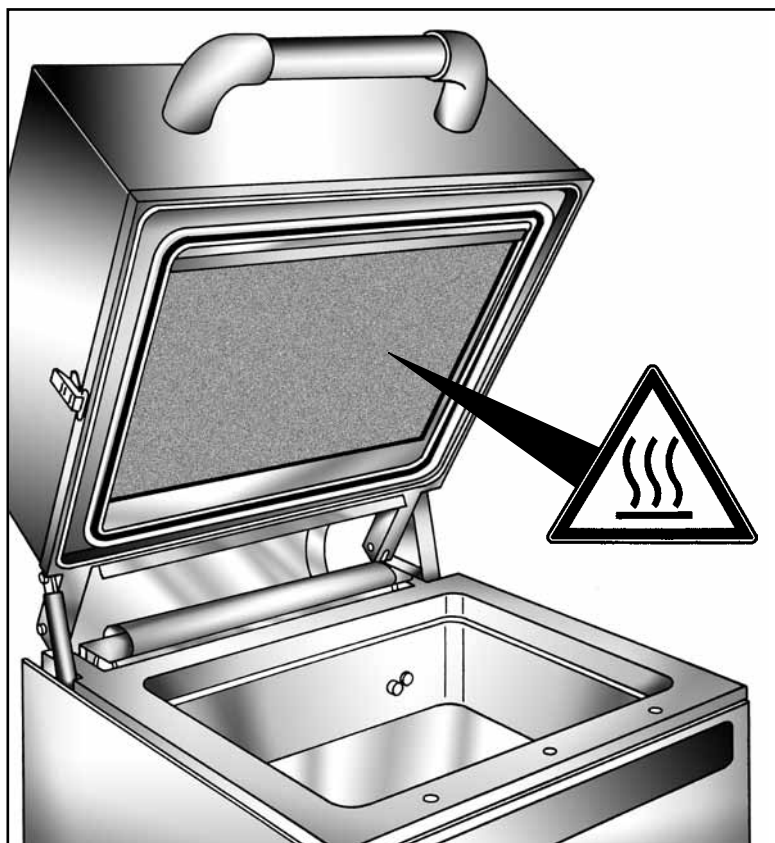

Fig. 1
- 2) Regolare la temperatura della piastra tra 70 ed 80°C (**Fig. 1**).